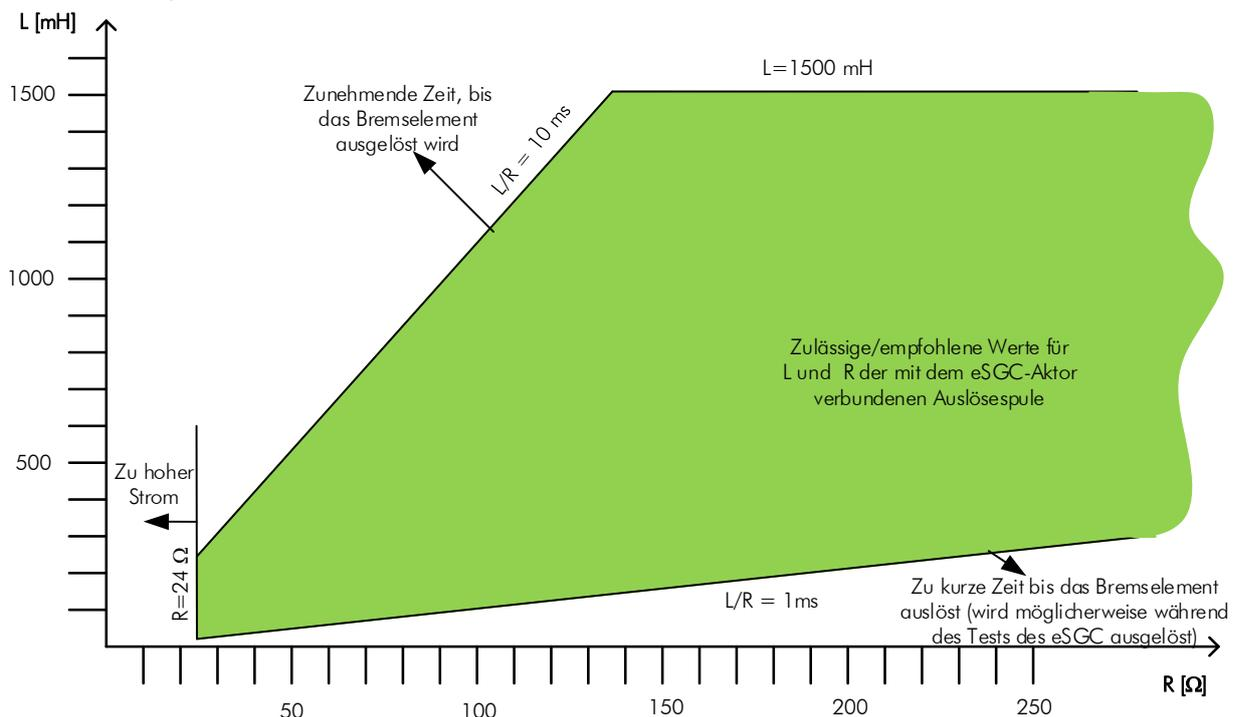

Abbildung 5: Werte für L und R der Auslösespule
23. Die Auslösespule des eSGC-Bremsenlements, die an den eSGC-Aktor angeschlossen ist, muss die folgenden Bedingungen erfüllen (siehe auch Abbildung 5), *Hinweis: Wenn der Widerstand oder die Induktivität des Kabels vom eSCG-Stecker zur Auslösespule eine relevante Größe haben, muss dies ebenfalls berücksichtigt werden*